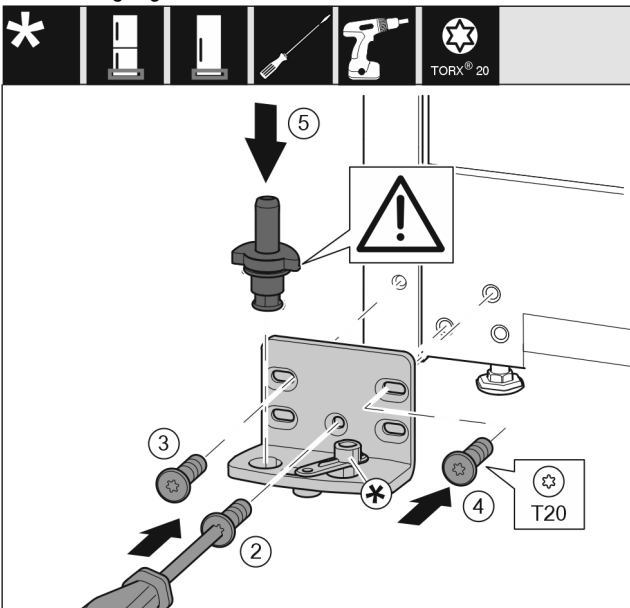

Fig. 37
- ▶ Lagerbock auf der anderen Seite ansetzen und mit Hilfe eines Schraubendrehers anschrauben. Mit der Schraube Fig. 37 (2) unten in der Mitte beginnen.
- ▶ Schraube Fig. 37 (3) und Schraube Fig. 37 (4) festschrauben.
- ▶ Lagerbolzen Fig. 37 (5) komplett einsetzen. Dabei darauf achten, dass der Rastnocken nach hinten zeigt.
- ▶ Lagerbock auf der anderen Seite ansetzen und mit Hilfe eines Schraubendrehers anschrauben. Mit der Schraube (2) unten in der Mitte beginnen.*
- ▶ Schraube (3) und Schraube (4) festschrauben.*
- ▶ Schließdämpferverbindung (5) um 180° drehen. Auf der anderen Seite des Lagerbocks mit Schraubendreher anschrauben.*
- ▶ Lagerbolzen (6) komplett einsetzen. Dabei darauf achten, dass der Rastnocken nach hinten zeigt.*